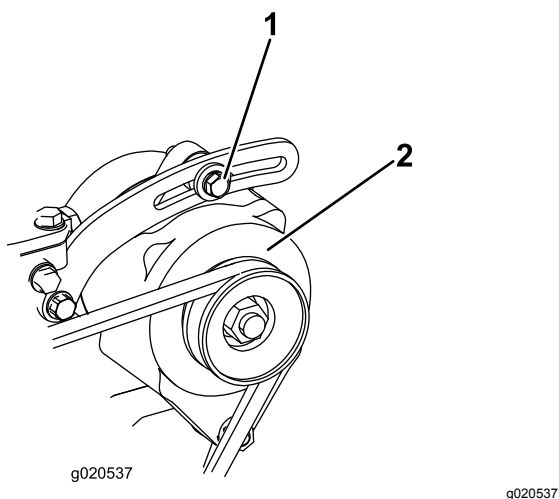

Bild 87
1. Lockern Sie bei einer Durchbiegung von mehr oder weniger als 10 mm die Befestigungsschrauben der Lichtmaschine (Bild 87).